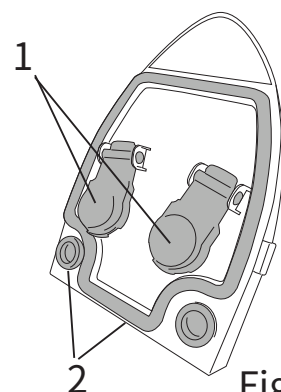

Fig.29
- ふたをひっくり返して、フロートが自由に動けることを確認します (図29、参照1)。
- 湿らせた布でシールを拭きます (図29、参照2)。